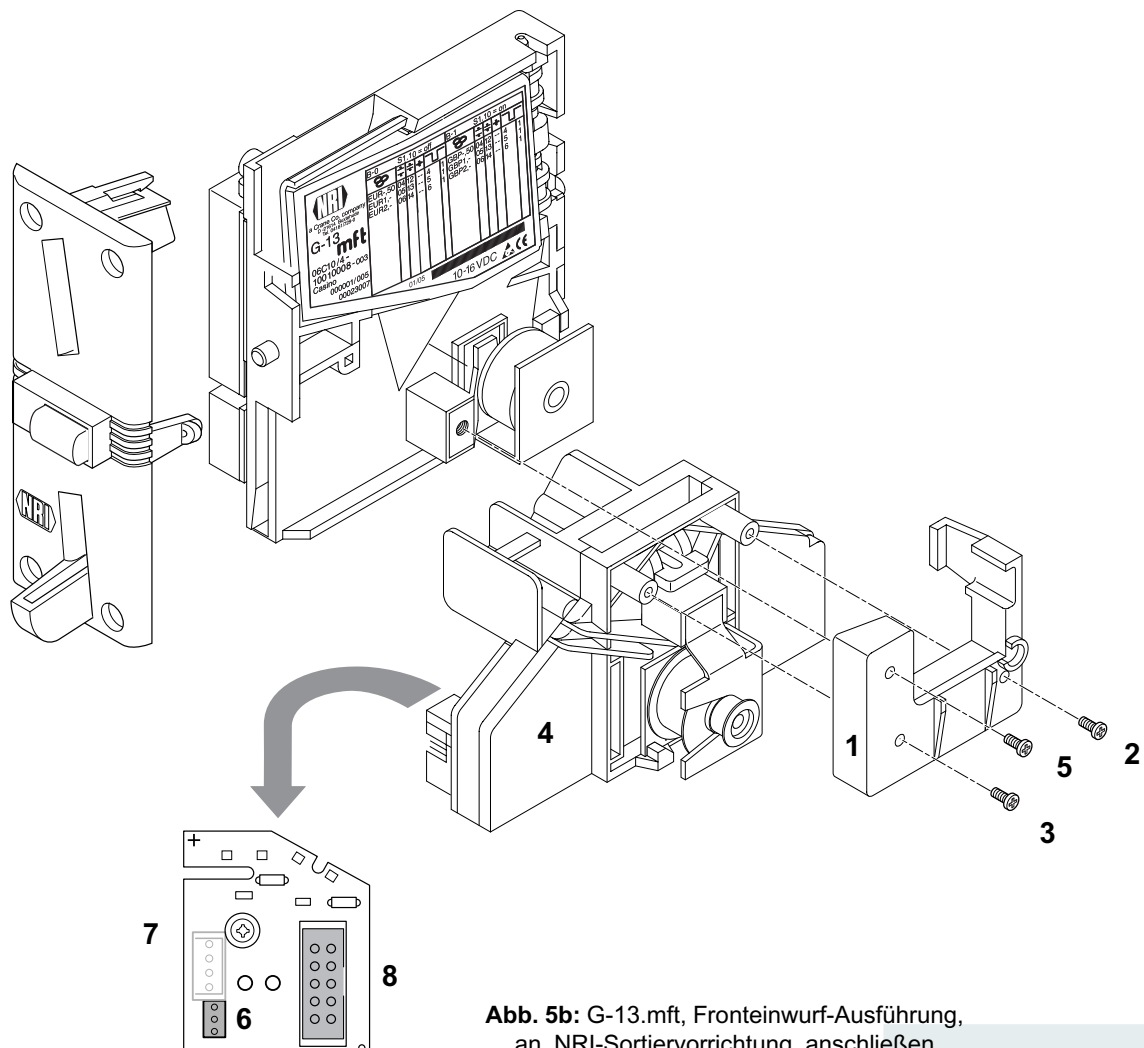

Abb. 5b: G-13.mft, Fronteinwurf-Ausführung, an NRI-Sortiervorrichtung anschließen
- 1** Halteplatte **1** ggf. mit den zwei Schrauben **2** und **3** an Sortiervorrichtung **4** befestigen (s. Abb. 5b).